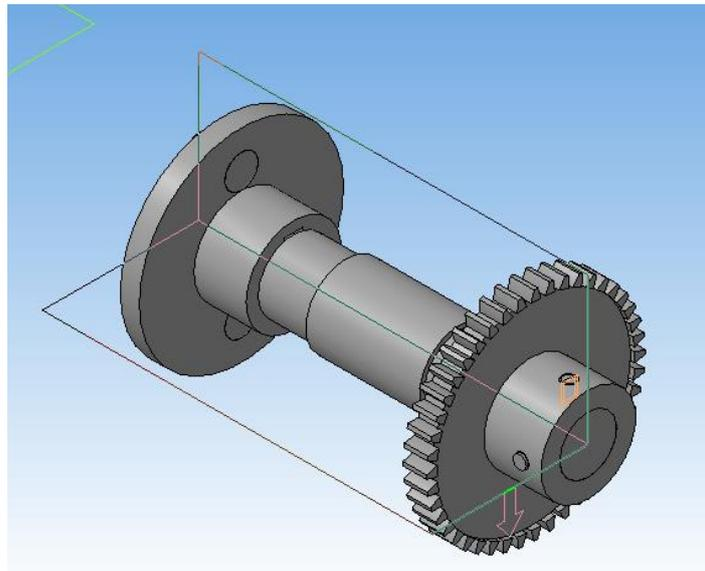

Рисунок 130.
2. Выйдите из эскиза. Выберите команду меню «Операции» – «Сечение по эскизу» . На панели свойств укажите «Направление» отсечения вдоль всей сборки (рисунок 130).